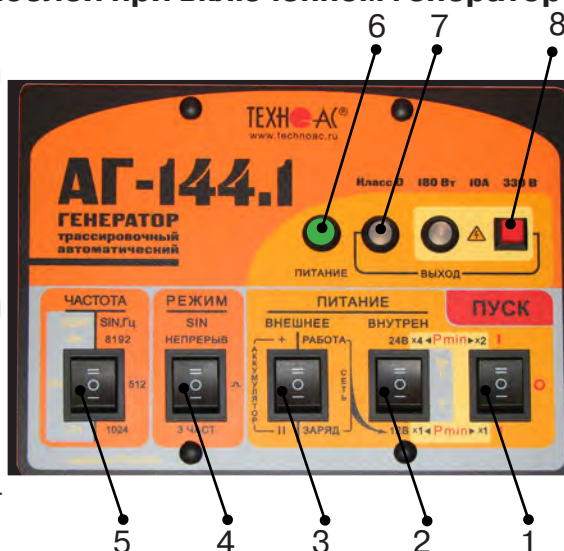

рис. 4.3
Переключатель поз.3 **рис.4.3** установить в положение «работа».
Переключателем напряжения внутреннего питания поз.2. **рис.4.3** установить первый коэффициент выбора мощности генерации.
4) Включить питание клавишей включения питания поз.1 **рис.4.3** в положение соответствующее второму коэффициенту выбора мощности
5) Начнется генерация и автосогласование с постепенным возрастанием напряжения на выходе. Здесь следует наблюдать за цветом индикатора «ВЫХОД» поз.7 **рис.4.3**. Если автосогласование закончилось зеленым свечением – заданная мощность достигнута. Если желтым – сопротивление нагрузки слишком велико для заданной мощности при выходном напряжении ограниченном «по умолчанию» на «безопасном» уровне 24 В.
Для запуска «неограниченного» режима следует включить питание (переключателем «ПУСК») при нажатой красной кнопке «» поз.8 **рис.4.3** и удерживать ее до засвечивания красного индикатора «». Мигание этого индикатора обозначает потенциальную «опасность». Непрерывное свечение обозначает реальное наличие на выходе напряжения ≥ 24 В.
1) Выключить питание генератора клавишей включения питания поз.1 **рис.4.3**, установив ее в положение «0».